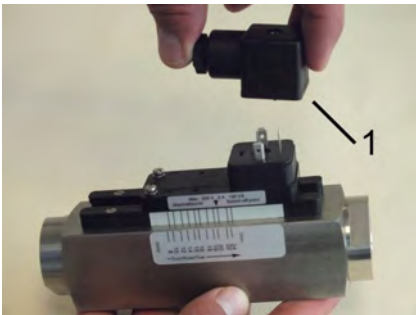

Abb. 74: Steckerdose abziehen
2. ➤ Steckerdose mit dazugehöriger Dichtung (Abb. 74/1) nach oben abziehen